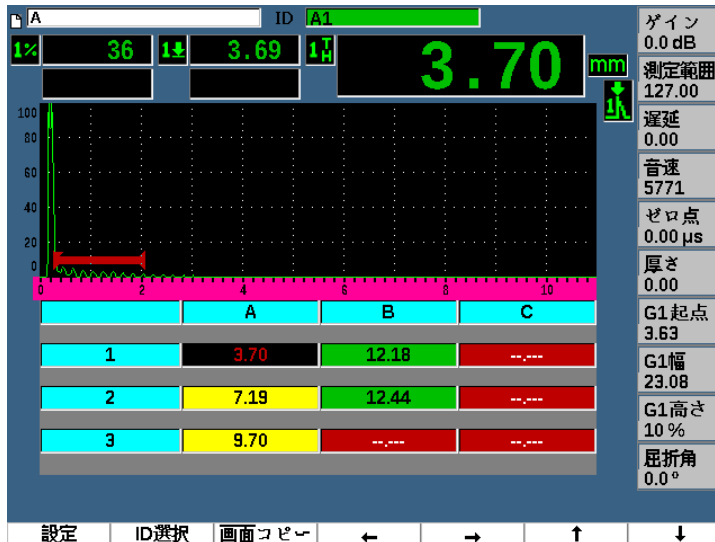

図 10-26 内容画面のグリッド管理
4. **ID 選択** (P2 キー) で表示したい特定の ID を選択しハイライト化します (223 ページの図 10-26 参照)。